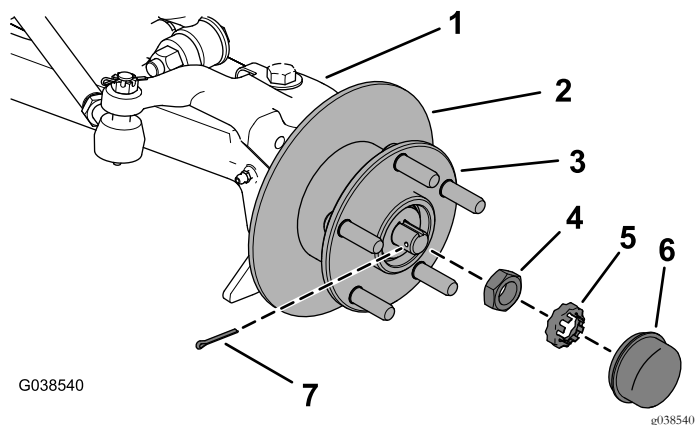

Figura 6
6. Retire el tapón guardapolvo, la chaveta, el retén de la tuerca y la contratuerca, y retire el cubo y el disco de la mangueta (Figura 6).
- A. Apriete la contratuerca mientras gira el cubo para asentar los cojinetes, y luego apriete la contratuerca a $16 - 20 \text{ N}\cdot\text{m}$, según se muestra en Figura 6.
- B. Afloje la contratuerca hasta que se separe de la arandela de pestaña y el cubo, y apriete la contratuerca a $169 - 226 \text{ N}\cdot\text{cm}$ mientras gira el cubo (Figura 6).
- C. Instale el retén sobre la contratuerca, asegúrese de que el orificio de la chaveta es visible, e instale la chaveta (Figura 6).
- D. Coloque el tapón guardapolvo (Figura 6).